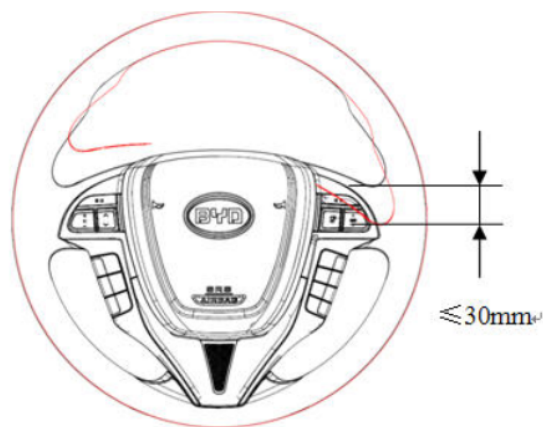

图3-5 转向盘自由行程示意图
- 2) 向左或向右轻轻转动转向盘，检查转向盘的自由行程。如图3-5所示，转向盘最大自由